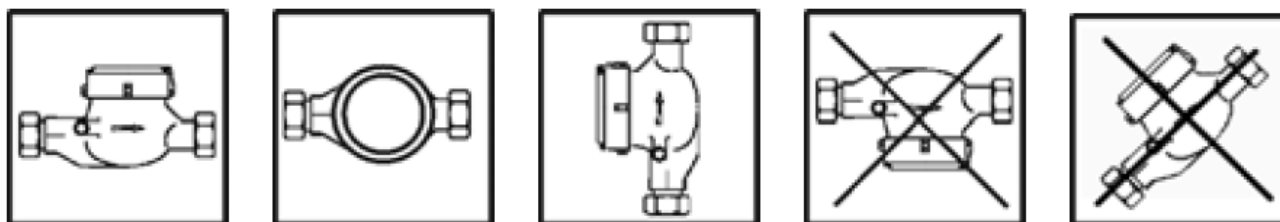

Figura 1
- 6.18. O medidor volumétrico é o único medidor que mantém sua precisão de medição, independentemente da posição de instalação, podendo ser instalado tanto na vertical quanto na horizontal. Nenhum hidrômetro deve ser instalado com a relojoaria voltada para baixo (ver figura 1).